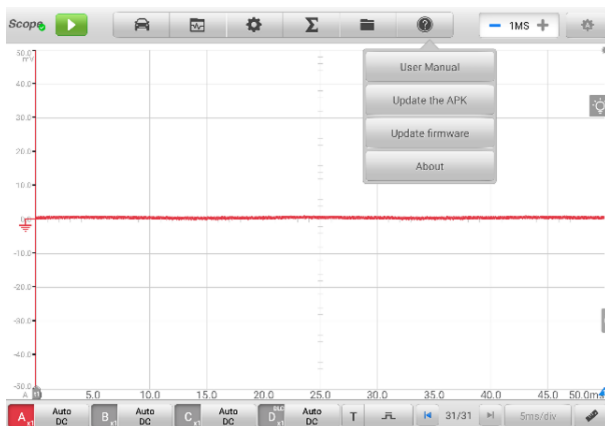

Figura7-2 Tela de Ajuda
1. Toque no botão **Ajuda** na barra de ferramentas superior da tela. Um menu suspenso será exibido. (Consulte Figura7-2 Tela de Ajuda.)